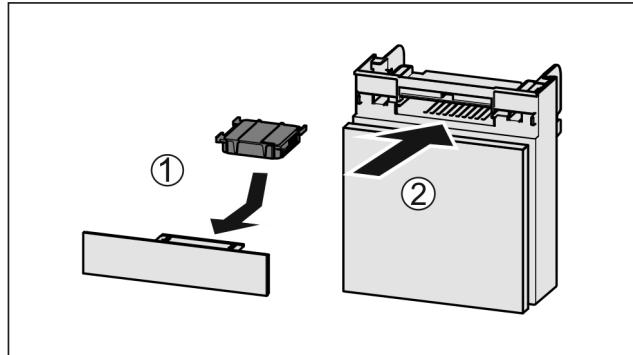

Fig. 173
- ▶ Introduceți Fig. 173 (1) filtrul de cărbune activ după cum se vede în figură.
- ▷ Filtrul de cărbune activ se înclichează. Dacă filtrul de cărbune activ arată în jos: împingeți Fig. 173 (2) compartimentul în interior.